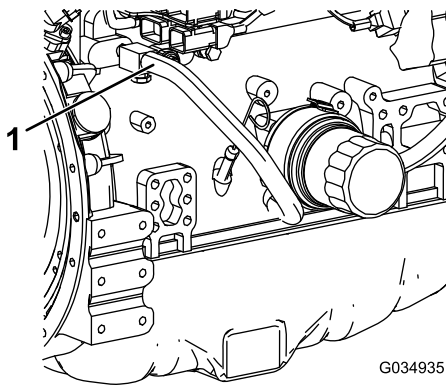

Figura 126
7. Retire la manguera de refrigerante del enfriador de aceite del motor (Figura 126).